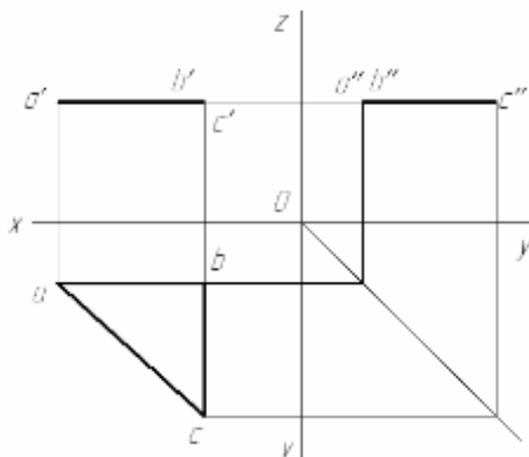

Рисунок 22 – Пример решения задания
2. Построить комплексный чертеж плоскости ABC на трех плоскостях проекций (пример оформления решения задач см. рис.22);